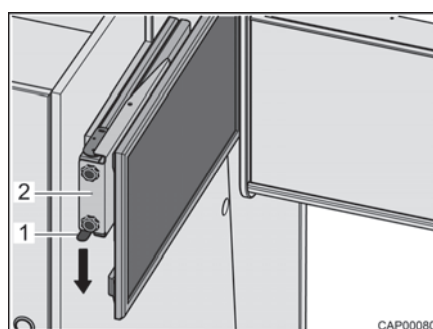

Fig. 39 Base estraibile con schermo piatto
- Premere verso il basso la molla d'arresto (Fig. 39,1) ed estrarre orizzontalmente la base estraibile (Fig. 39,2) con lo schermo piatto in direzione del centro del veicolo.
- Fare scorrere orizzontalmente la base estraibile (Fig. 39,2) con lo schermo piatto fino all'arresto. La molla d'arresto (Fig. 39,1) scatta in posizione.